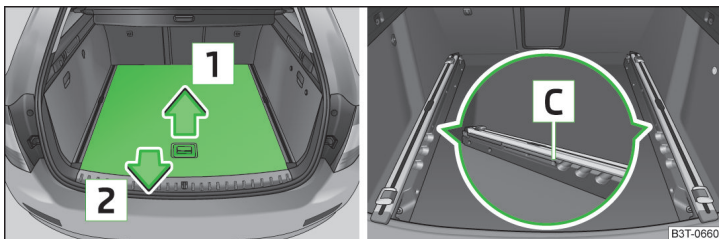

Fig. 112 Portbagajul: tragerea parțială a podelei variabile
- ▶ Prindeți partea din spate a podelei variabile de mâner și ridicați ușor în sensul săgeții **1** » fig. 112.
- ▶ Prindeți partea din spate a podelei de mâner și ridicați în sensul săgeții **1** » fig. 112 la pagina 105.